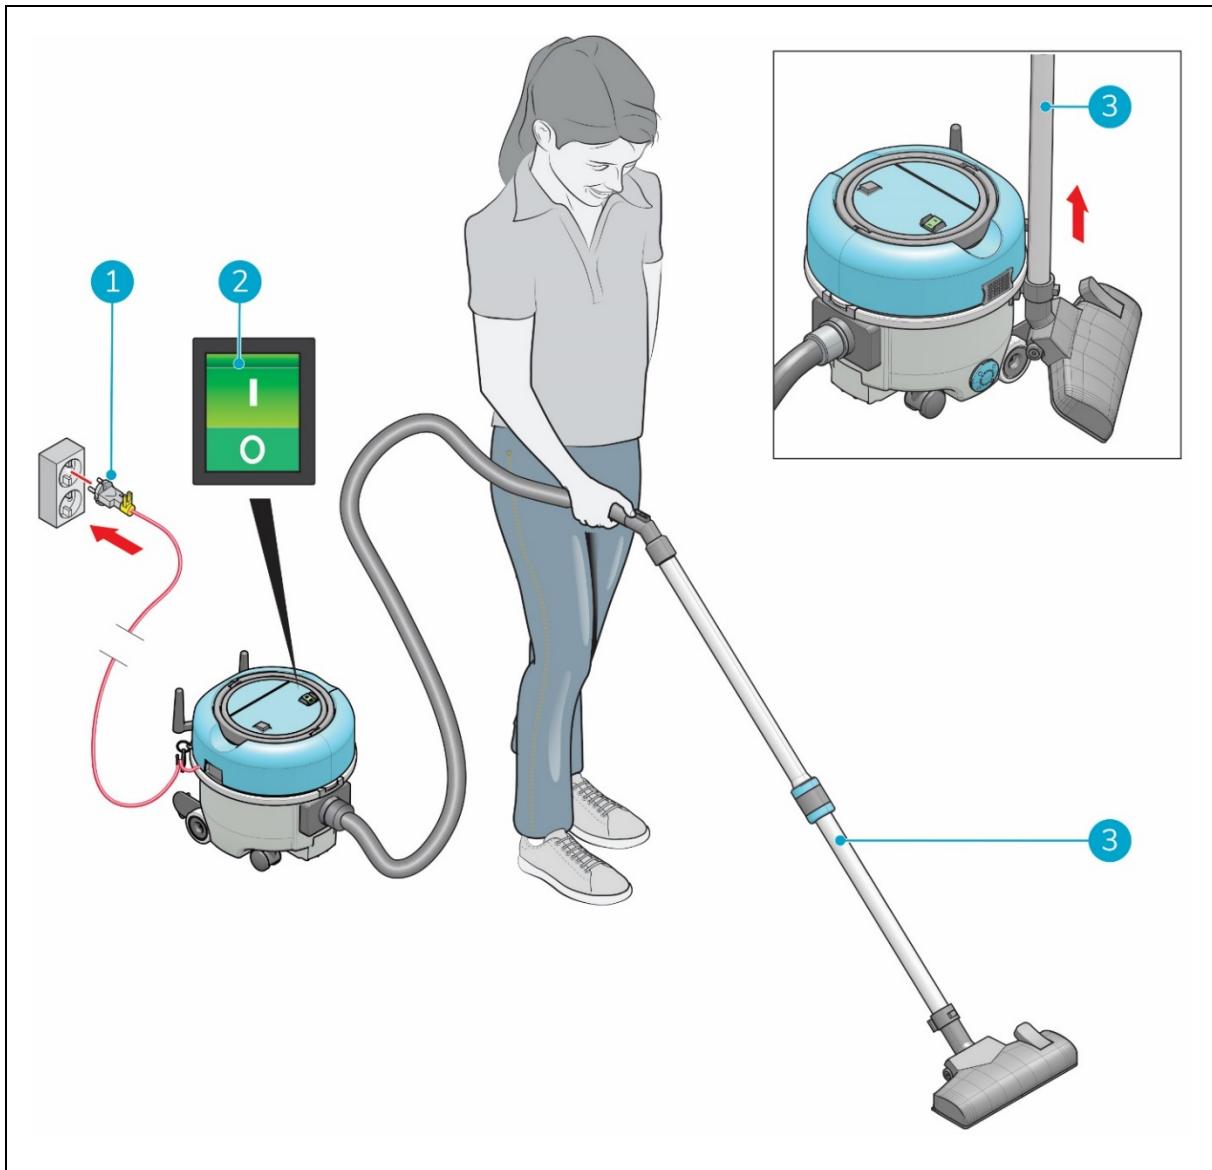

Figura 18
1. Coloque o cabo de alimentação principal na tomada de parede (figura 18, posição 1); a luz verde no interruptor ON/OFF (ligar/desligar) (figura 18, posição 2), na zona superior do depósito, deve acender.
2. Ligue o i-vac® 6 manualmente utilizando o interruptor ON/OFF (ligar/desligar) (figura 18, posição 2).
3. Retire o tubo rígido do suporte (figura 18, posição 3).